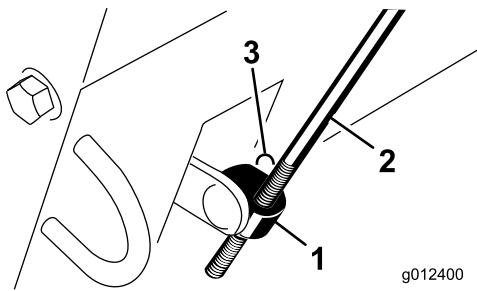

図 6
6. ロッド・フィッティングをシフタのベル・クラシク・シャフトに差込、ワッシャとヘアピン・コッターを使って、固定する(図6)。